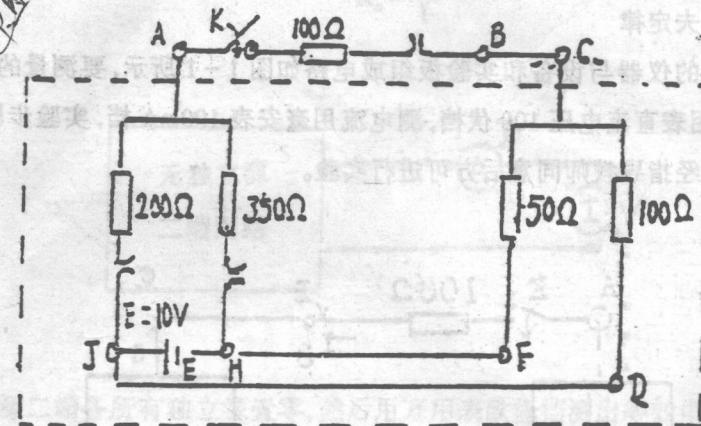

图 1-2
(2) 将电路改接如图 1-2 所示(注意:E 即为稳压电源)
用所学的知识计算出图 1-2 虚线框中的戴维南等效电路的参数，并与实验测量结果相比较，如有误差，分析产生误差的原因。